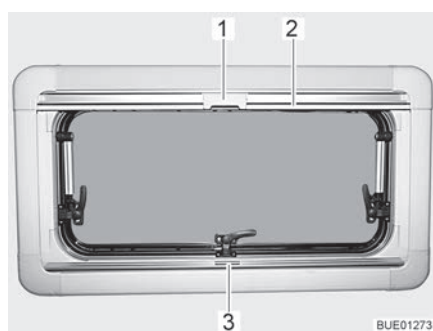
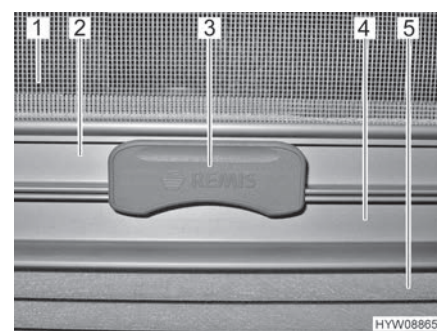

Fig. 22 Fenêtre projetante
Fig. 23 Cran
Le dispositif occultant plissé (Fig. 23,5) se trouve dans le caisson du bas.
- Saisir le dispositif occultant plissé par le centre de la barre-poignée (Fig. 22,3 et Fig. 23,4), le tirer du bas vers le haut et le relâcher à la hauteur voulue. Le dispositif occultant plissé reste alors à cette hauteur.
La moustiquaire (Fig. 23,1) se trouve dans le caisson du haut.
- Tirer la moustiquaire par la barre-poignée (Fig. 22,2 et Fig. 23,2) vers le bas jusqu'à ce qu'elle entre en contact avec celle du dispositif occultant plissé (Fig. 23,4).
- Verrouiller le cran (Fig. 22,1 et Fig. 23,3) de la moustiquaire avec la barre-poignée du dispositif occultant plissé. Quand le cran est verrouillé, le dispositif occultant plissé et la moustiquaire peuvent être réglés en même temps.
- Presser le cran (Fig. 23,3) en haut de la moustiquaire.
- Ramener lentement la moustiquaire en arrière au moyen de la barre-poignée (Fig. 22,2).